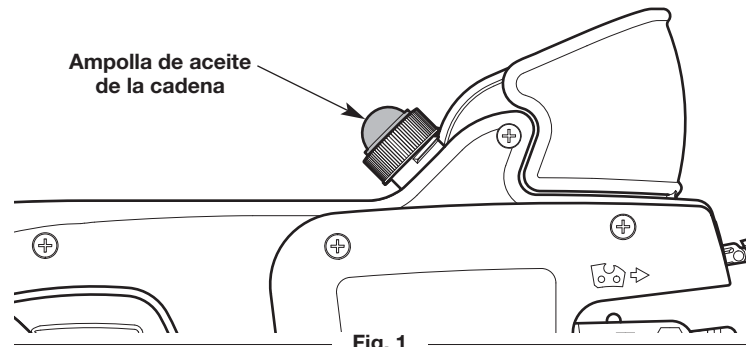

Fig. 1
3. Oprima la ampolla de aceite de la cadena para lubricar la barra de guía y la cadena de la sierra (Fig. 1).